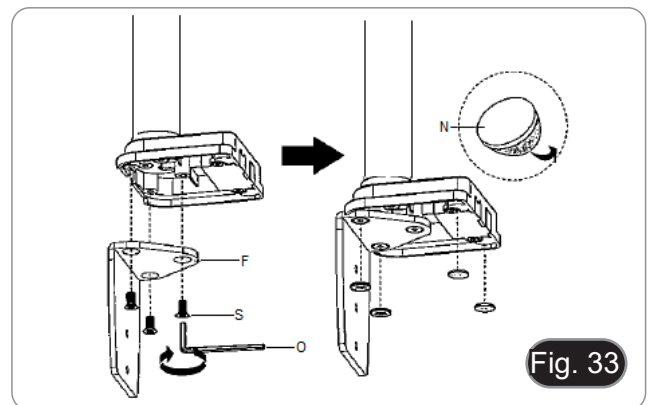

Fig. 33
2. Befestigen Sie den Klemmhalter (E) mit den drei Schrauben (S) an der Tischklemme (C). (Fig. 33)
3. Kleben Sie die Gummidämpfer (N) auf die Tischklemme.